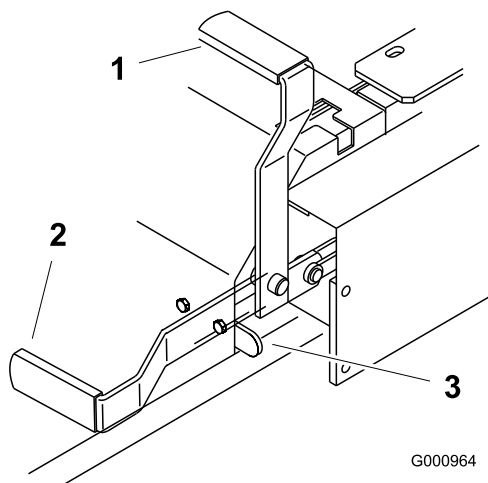

Figura 12
2. Alzate la leva del freno di stazionamento e tiratela indietro per innestare il freno (Figura 12). La leva del freno di stazionamento deve rimanere saldamente innestata.
Spingete in avanti ed abbassate la leva del freno di stazionamento per rilasciare il freno (Figura 12). Il freno di stazionamento è disinnestato e la leva poggia contro l'arresto del freno.